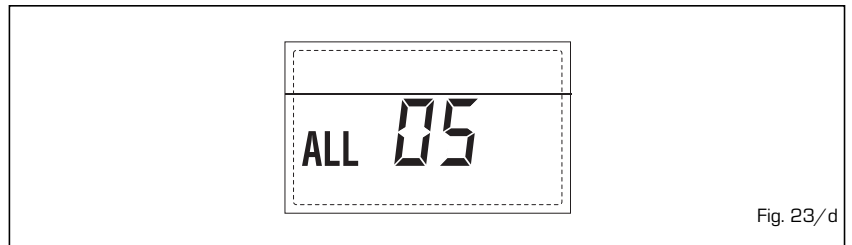

Fig. 23/d
**- BLOQUEO LLAMA "AL 06"** (fig. 23/e)